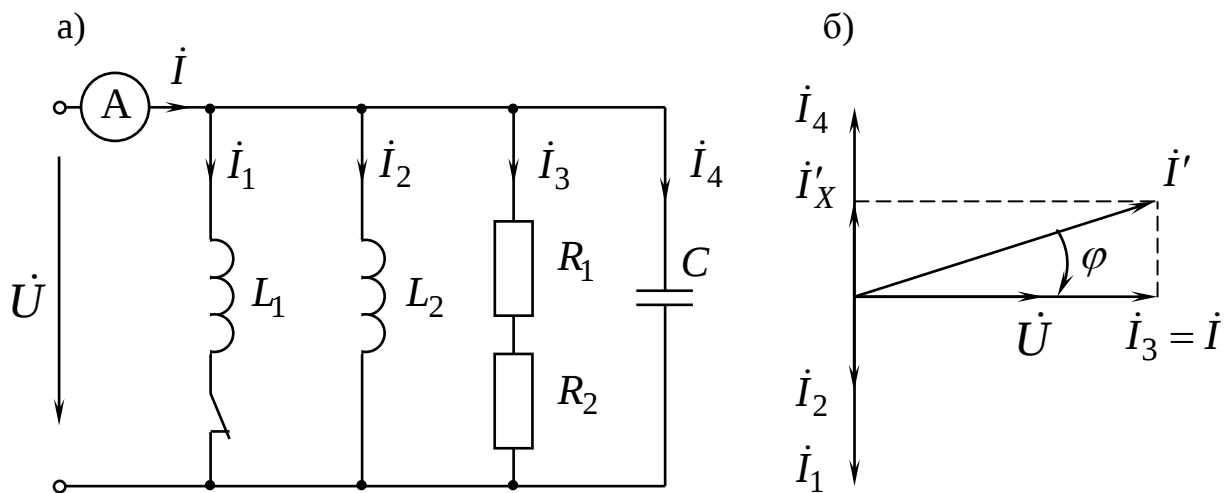

Рис. 1.8
Определить в схеме рис. 1.8а показание амперметра тепловой системы, если: $X_{L1} = X_{L2} = 40 \text{ Ом}$, $R_1 = R_2 = 10 \text{ Ом}$, $X_C = 20 \text{ Ом}$, $U = 200 \text{ В}$
1) Так как все ветви цепи соединены параллельно, то построение векторной диаграммы (рис. 1.8б) начнем с общей величины - напряжения $\dot{U}$. Затем в некотором масштабе откладываем вектора токов ветвей, причем $\dot{I}_1$ и $\dot{I}_2$ - друг за другом, чтобы сразу их суммировать, т.к. они совпадают по фазе.